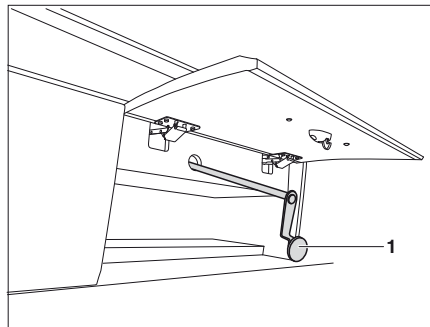

Bild 164 Nödmanövrering för elektrisk höjbar säng
- ▷ Vid strömavbrott kan den elektriskt höjbara sängen också manövreras med en nödvev (Bild 164). Denna befinner sig bakom en förvaringslucka.